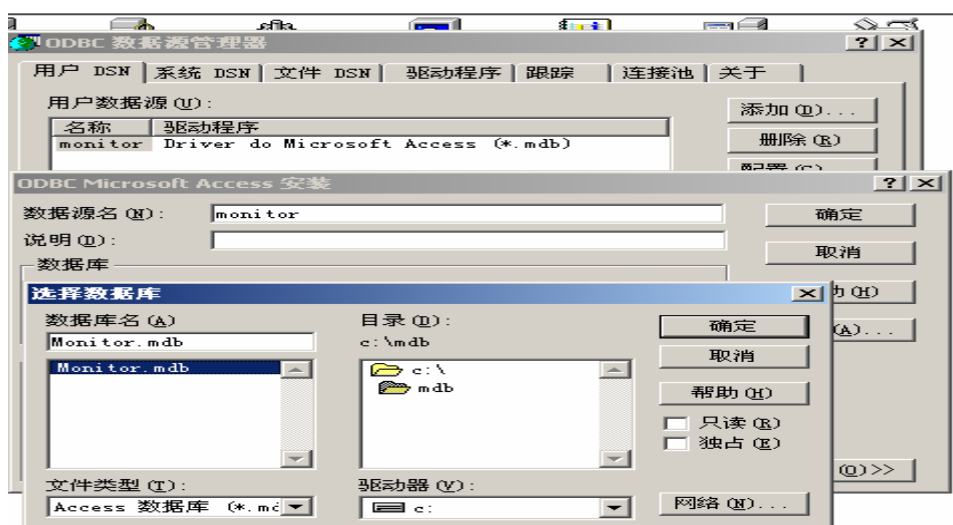

图 4
3.2 系统安装配置：在 C:\ 中建立“液面”目录，将所提供的“Monitor.exe”文件复制到该目录下。在 C:\ 中建立“mdb”目录将所提供的“Monitor.mdb”数据库文件复制到该目录下。在控制面板中配置该数据库：在控制面板中依次选中“管理工具”→“数据源 ODBC”→“用户 DSN”→“添加”→“Driver Microsoft Access Drive (*.mdb)”→“完成”→在“数据源名”中填入“monitor”→“选择数据库”点击“确定”即可。如图 4：